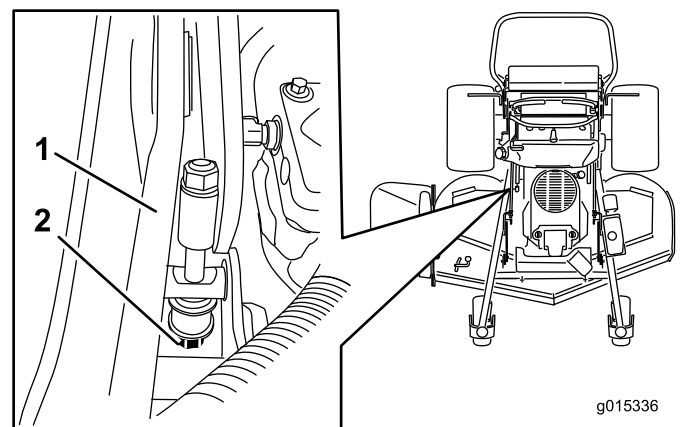

Figure 91
5. Si ce n'est pas le cas, localisez la tige de réglage de hauteur de coupe sur le côté droit de la machine (Figure 91).
6. Ajustez le boulon de réglage jusqu'à obtenir 7,6 cm (3") à la pointe des lames (Figure 91).